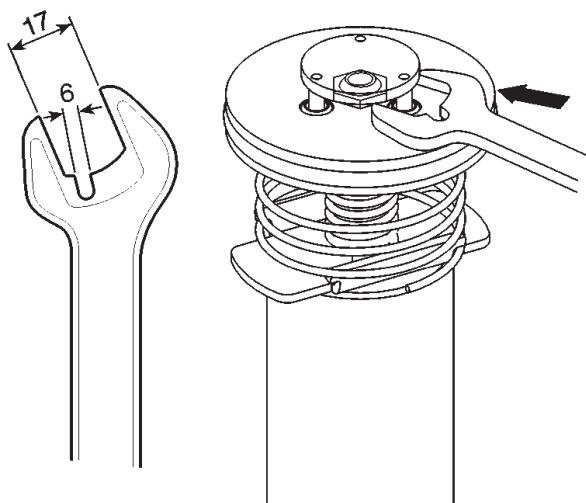

Fig. 9
2. Check the upper spring (3) and the spring stop (4) inside the air motor dolly (1). Replace in case of damage.
3. Dismount the lower circlip (20) and muffler (19) and washer (18) and pull up the inverting set until the hole in pump piston (10) gets visible in the opening where the muffler was dismounted. Introduce a steel rod (8 mm) in the hole to lock the piston.
4. Use a prepared 17 mm wrench (see fig. 9) to disassemble the inverting set (5).
2. Verifique el muelle superior (3) y el tope muelle (4) en la cazoleta. Sustituya en caso de deterioro.
3. Desmonte el anillo de seguridad inferior (20) y el silenciador (19) y arandela (18), tire el conjunto inversor hacia arriba hasta que el agujero en el vástagos (10) quede visible en la apertura donde el silenciador fue quitado. Introduzca una varilla acerada (8mm) en el agujero del pistón para bloquear el mismo.
4. Desenrosque el conjunto inversor (5) con una llave fija de 17 mm preparada (fig. 9).
2. Procéder au contrôle du ressort supérieur (3) ainsi que de la butée de ce dernier (4) qui se trouvent dans la cassolette. Remplacer ces pièces si nécessaire.
3. Démonter l'anneau de sécurité (20) inférieur et le silencieux (19) et rondelles (18), et tirer l'ensemble inverseur vers le haut jusqu'à ce que l'orifice du piston (10) soit visible et ce, au niveau où le silencieux a été enlevé. Introduire une baguette en acier (8 mm) dans l'orifice du piston pour bloquer ce dernier.
4. Desserrer l'ensemble inverseur (5) à l'aide d'une clé fixe de 17 mm (voir fig. 9).
2. Die obere Feder (3) und die Federhalterung (4) innerhalb des Deckels überprüfen. Falls beschädigt, ersetzen.
3. Die untere Feder (20) und den Dämpfer (19) entfernen undlegscheiben (18) den Umkehrschalter soweit herausziehen, bis die Öffnung im Pumpkolben (10) auf der Höhe des entfernten Schalldämpfers sichtbar wird. Eine 8mm-Stahlstange in dieses Loch einführen, um den Kolben zu blockieren.
4. Mit einem vorbereiteten 17mm-Schraubenschlüssel (Bild 9), wird der Umkehrschalter (5) abgeschraubt.